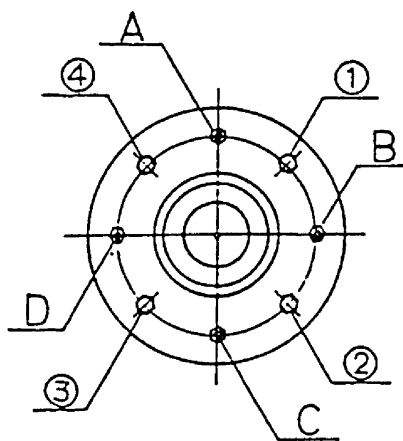

図 9-7
9.3.5 ドラムの芯出し調整 (図 9-7)
- ・ 主軸ベアリングケースを止めている取付けボルト及びナット 4 箇所(A～D)と、調整ボルト及びナット 4 箇所(①～④)で調整します。(図 9-7)
- ・ 例えば、ドラムの口金を機械正面より見て右に寄せたい場合、③、④と A,C,D のナットを少し緩め、③、④のボルトをドラムの口金を見ながら締め込みます。
- ・ 調整が終わったら、③、④と A,C,D のナットを締め込みます。
- ・ ベアリングケースをナット①～④の 4 箇所を取り外し、後方へ抜いてください。(図 9-7)